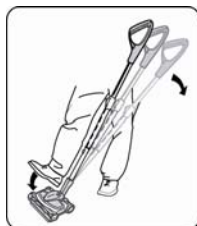

Fig. 9
- Para ajustar el mango a una posición confortable, aplique suavemente presión en la parte superior del cabezal con su pie mientras tira del mango hacia atrás. (Fig. 9)